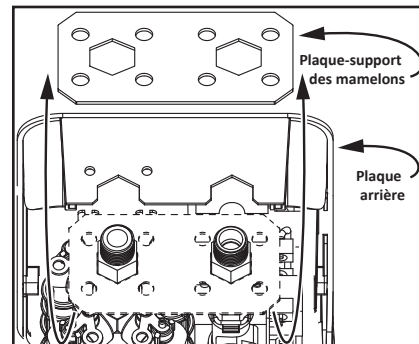

Figure 44 - Démontage de la plaque-support des mamelons.
Retirer la plaque-support des mamelons en la tirant avec précaution vers le haut jusqu'à la dégager de la plaque arrière. Mettre la plaque-support des mamelons de côté. Voir Figure 44.
**4** Remonter la plaque-support des mamelons et remettre l'ensemble en place. Voir Figure 44, page 25.